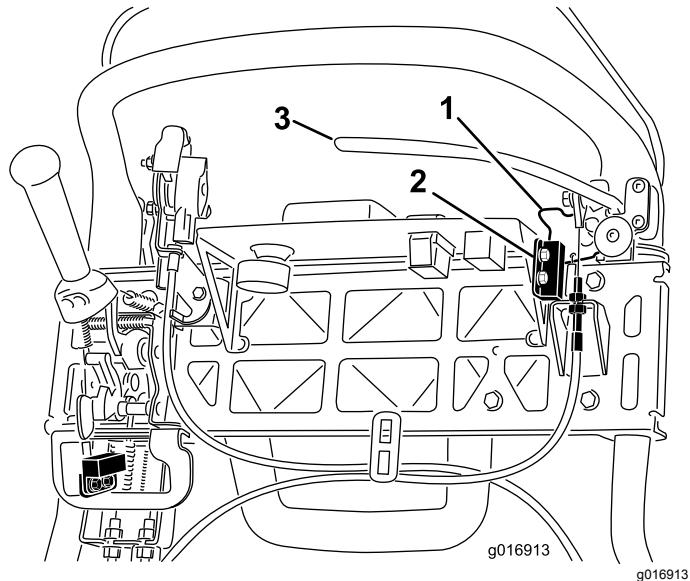

Figura 45
4. Desaperte e remova as juntas de montagem do interruptor de segurança (Figura 45).
5. Coloque um calço de 1,6 mm entre o bloqueio do travão de estacionamento e o interruptor de segurança (Figura 45).
4. Para aumentar tensão do cabo, desaperte a porca de bloqueio do cabo superior e aperte a porca de bloqueio do cabo inferior (Figura 45) até que seja obtida uma força de 156 N aplicada na pega da alavanca do travão, necessária para libertar o trinco do travão de estacionamento.